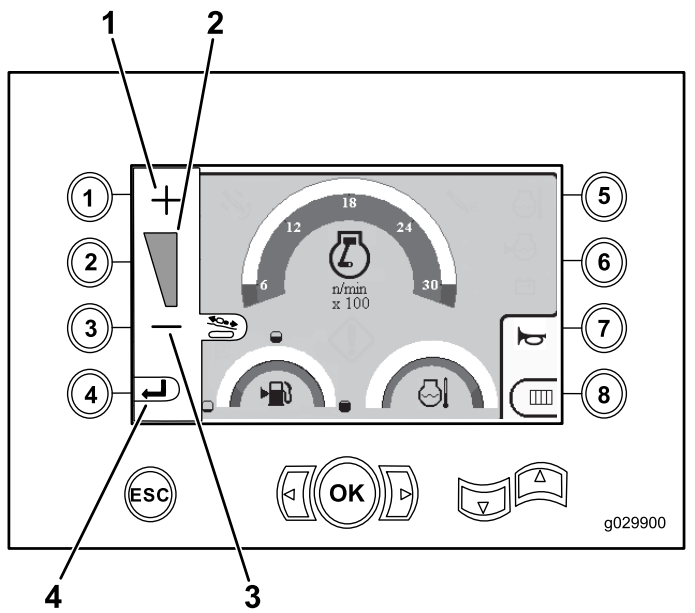

Рисунок 5
1. Чтобы увеличить усилие подачи, нажмите кнопку 1, а чтобы уменьшить – кнопку 3 (Рисунок 5).
2. После настройки усилия подачи машины нажмите кнопку 4 (Рисунок 5) и вы вернетесь на Главный экран управления \(страница 1\) или Основные функции бурения, отображаемые на экране давления \(страница 2\).